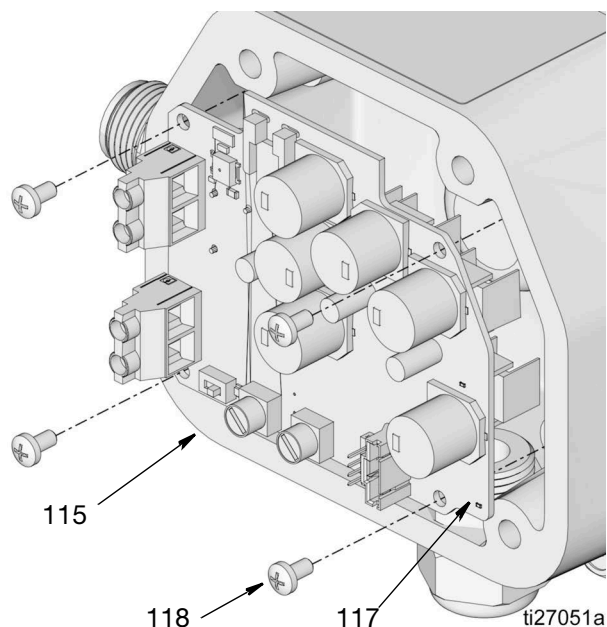

Рис. 68
9. Выкрутите винты (118), которые прикрепляют плату управления электродвигателем (117) к корпусу (115) (Рис. 68).